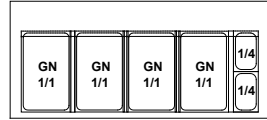

Рис.4 Размещение контейнеров GN
- Незагруженные контейнеры GN поместить в камеру согласно Рис.4 (стр.24)